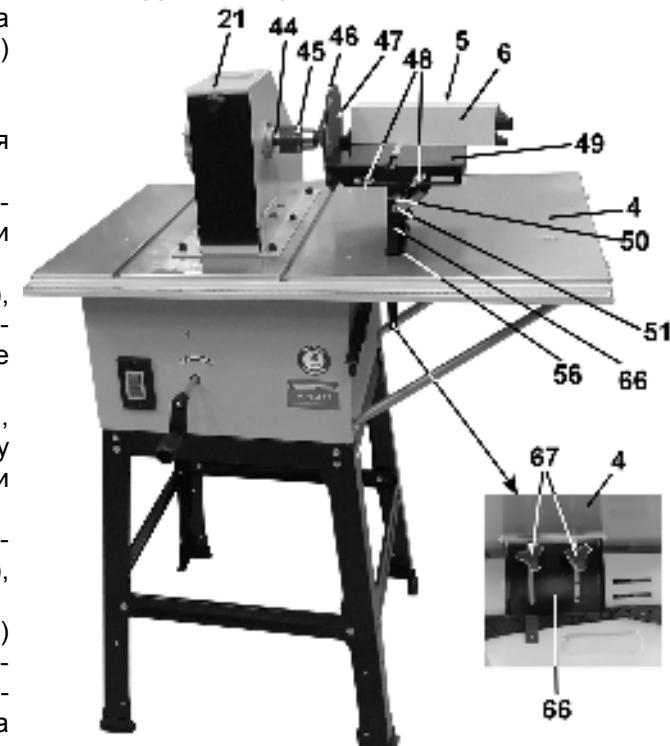

Рис.13
12. УСТАНОВКА ДИСКО-ШЛИФОВАЛЬНОГО ОБОРУДОВАНИЯ, Рис. 13
- 12.6. Стойку (66) установите в прорезь (56) рабочего стола (4) и, как показано на выноске, Рис.13, закрепите её на пластине снизу рабочего стола (4) двумя винтами (67) в выбранном положении по высоте.